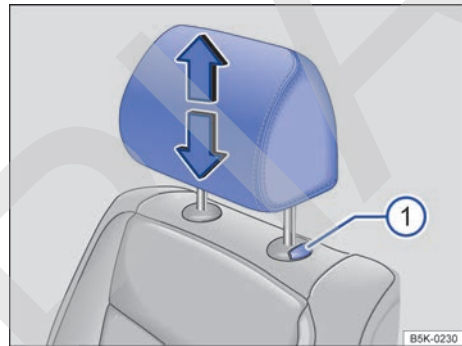

Fig. 67 Apoyacabezas delantero: ajuste.
- Desplace el apoyacabezas hacia arriba o hacia abajo, dado el caso a la vez que presiona la tecla → fig. 67 ①, en el sentido de la flecha correspondiente → ⚠ en *Introducción al tema* de la pág. 88.